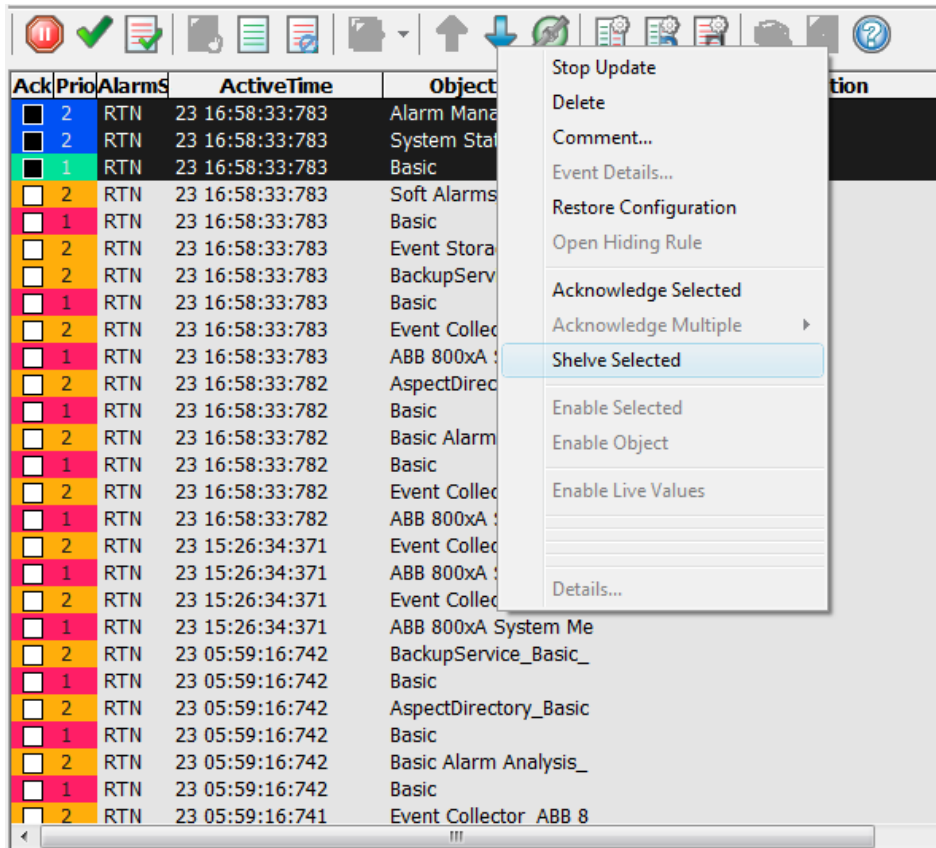

Abbildung 86. Kontext-Menü: Ausgewählte zurückstellen
- 1 Wählen Sie einen Alarm aus der Hauptalarmliste aus -> Rechtsklicken Sie und wählen Ausgewählte zurückstellen aus dem Kontextmenü. Siehe Abbildung 86.